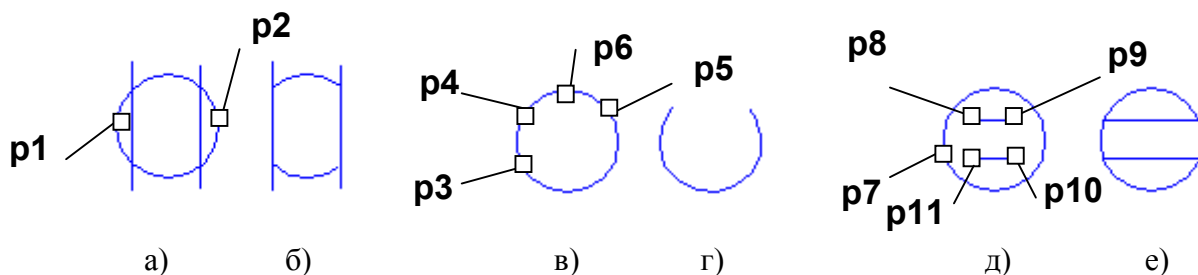

Рис. 4.10. Примеры удаления фрагментов объектов
3. Указать точки **p1** и **p2**, находящиеся на оси отражения (рис. 4.10б).
нужно использовать переключатель – **Оставить указанный участок**. На рис. 4.10а, б после указания точек **p1** и **p2**, удаляются соответствующие дуги окружностей.
– **Усечь кривую двумя точками.** Команда удаляет часть объекта, ограниченную двумя произвольно заданными точками. Команда удобна в тех случаях, когда редактируемый объект имеет много пересечений с другими объектами. В команде необходимо указать редактируемый объект (точку **p3**), а затем задать на нем две точки (**p4** и **p5**), определяющие нужный участок. Он будет удален или оставлен в соответствии с установками переключателей. На рис. 4.10 в отражен порядок указания точек **p3**, **p4**, **p5** и **p6** на окружности для получения изображения, представленного на рис. 4.10г.
– **Выровнять по границе.** Команда осуществляет продление объектов до границы выравнивания или усечения по ней. Необходимо вначале указать объект – границу, а затем постепенно по одному объекту из тех, которые надо выровнять. Выравнивание объекта осуществляется со стороны указания его. Чтобы перейти к выравниванию по другой границе, используйте кнопку  – **Указать заново** на панели **Специального управления**. На рис. 4.10д показана последовательность указания точек **p7**, **p8**, **p9**, **p10** и **p11** на окружностях и отрезках для получения изображения, представленного на рис. 4.10е.